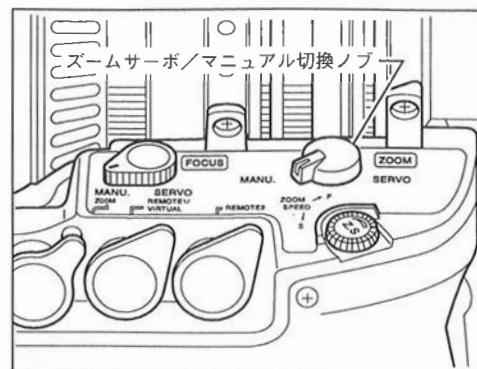

Fig2-1
1. ドライブユニット底面部のズームサーボ/マニュアル切換ノブを“MANU.”側にしてください。(Fig2-1 参照)